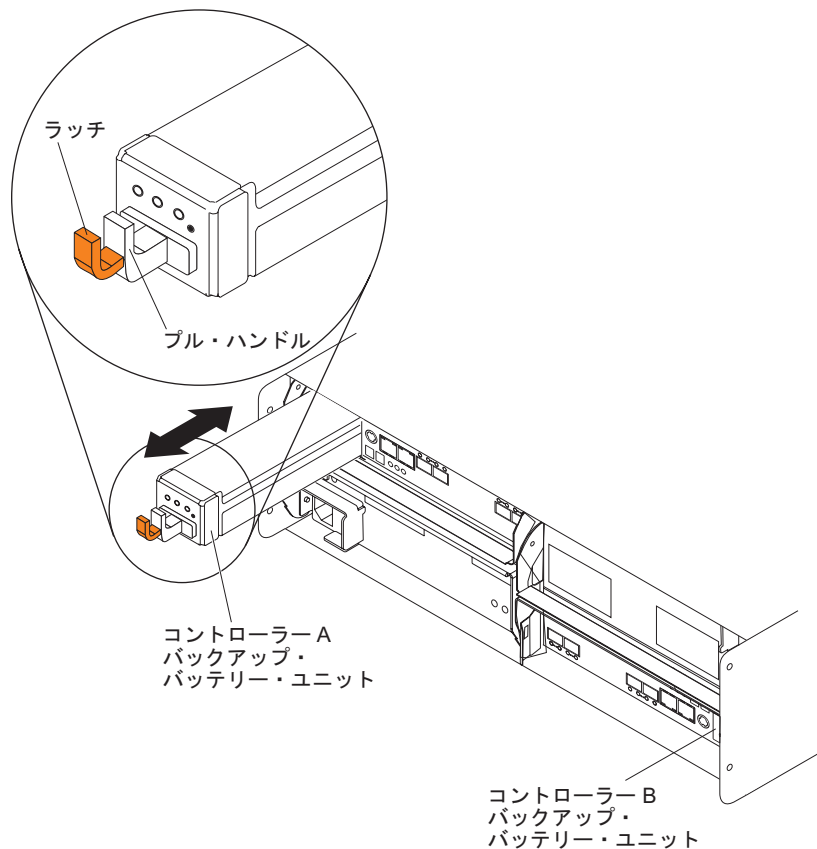

図 84. コントローラー・シャーシからのバッテリーの取り外しと再取り付け
5. RAID コントローラーから障害のあるバッテリー・ユニットを取り外すには、170 ページの図 84 に示すように、バッテリー・ユニットのオレンジ色のラッチを黒色のバッテリー・ハンドルに向けて押して DS3950 シャーシからバッテリーのラッチを外し、ハンドルを使用してバッテリー・ユニットをコントローラー・シャーシからゆっくりと引き出します。